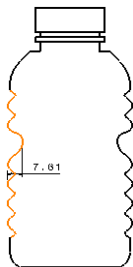

图 6-356
- » 步骤04 选择样条线, 显示尺寸的预览, 如图 6-356 所示。